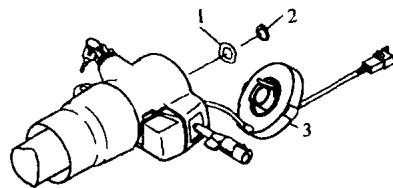

图 1-5 从轴上拆卸线圈总成
- 5) 拆下安全气囊线圈总成，除非必要，否则不必拆下开关，可让其自由悬挂(见图 1-5)。